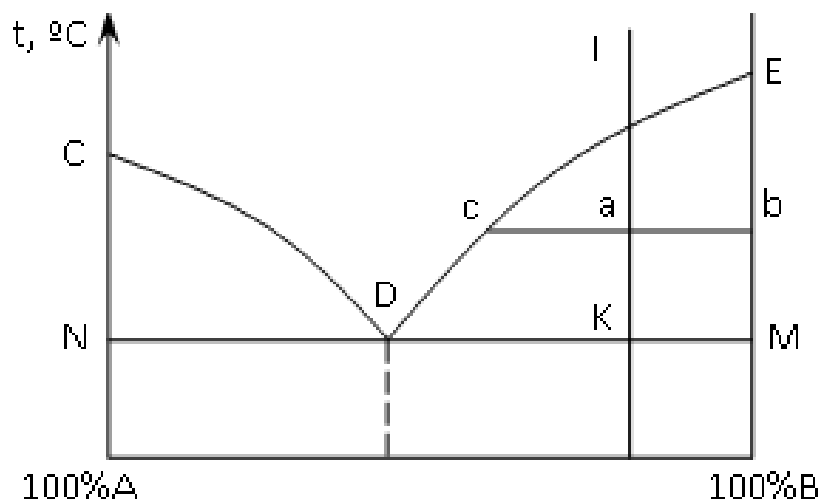

Рис. 1.
1. Какова структура сплава I при комнатной температуре (рис. 1)?
2. Какие фазы находятся в равновесии на линии NDM (рис. 1)?
3. Как определяется количество жидкой фазы у сплава I в точке «а» (рис. 1)?
4. Каково число степеней свободы у сплава I в точке K (рис. 1)?